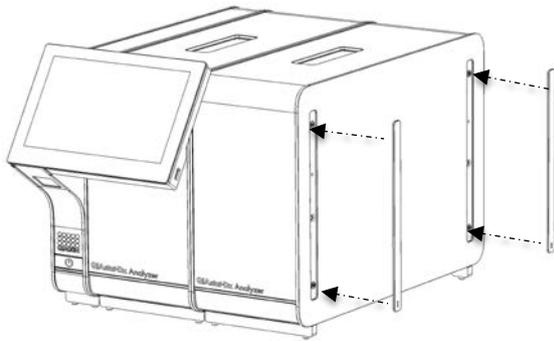

Figura 17. Ricollegimento dei coperchi di protezione sul lato del modulo analitico aggiuntivo.
5. Riattaccare i coperchi di protezione sul lato del modulo analitico aggiuntivo (Figura 17).